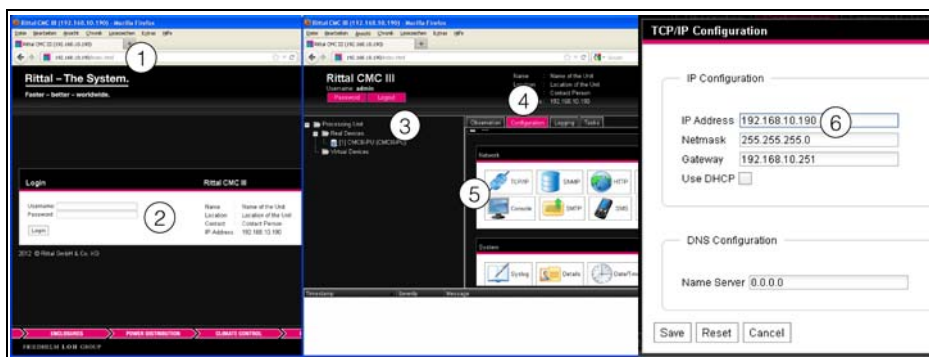

Рис. 4: Настройки сети через Web-сервер
- Задайте в браузере адрес **http://192.168.0.190** (рис. 4, поз. 1). Откроется страница авторизации прибора.
- Введите имя пользователя **admin** и пароль **admin** (рис. 4, поз. 2).
- В левой части главной странице нажмите на элемент **Processing Unit** (рис. 4, поз. 3) и в правой части на вкладке **Configuration** (рис. 4, поз. 4).
- В группе элементов **Network** нажмите на элементе **TCP/IP** (рис. 4, поз. 5).
- В окне **TCP/IP Configuration** измените IP-адрес прибора на разрешенный в Вашей сети адрес (рис. 4, поз. 6).